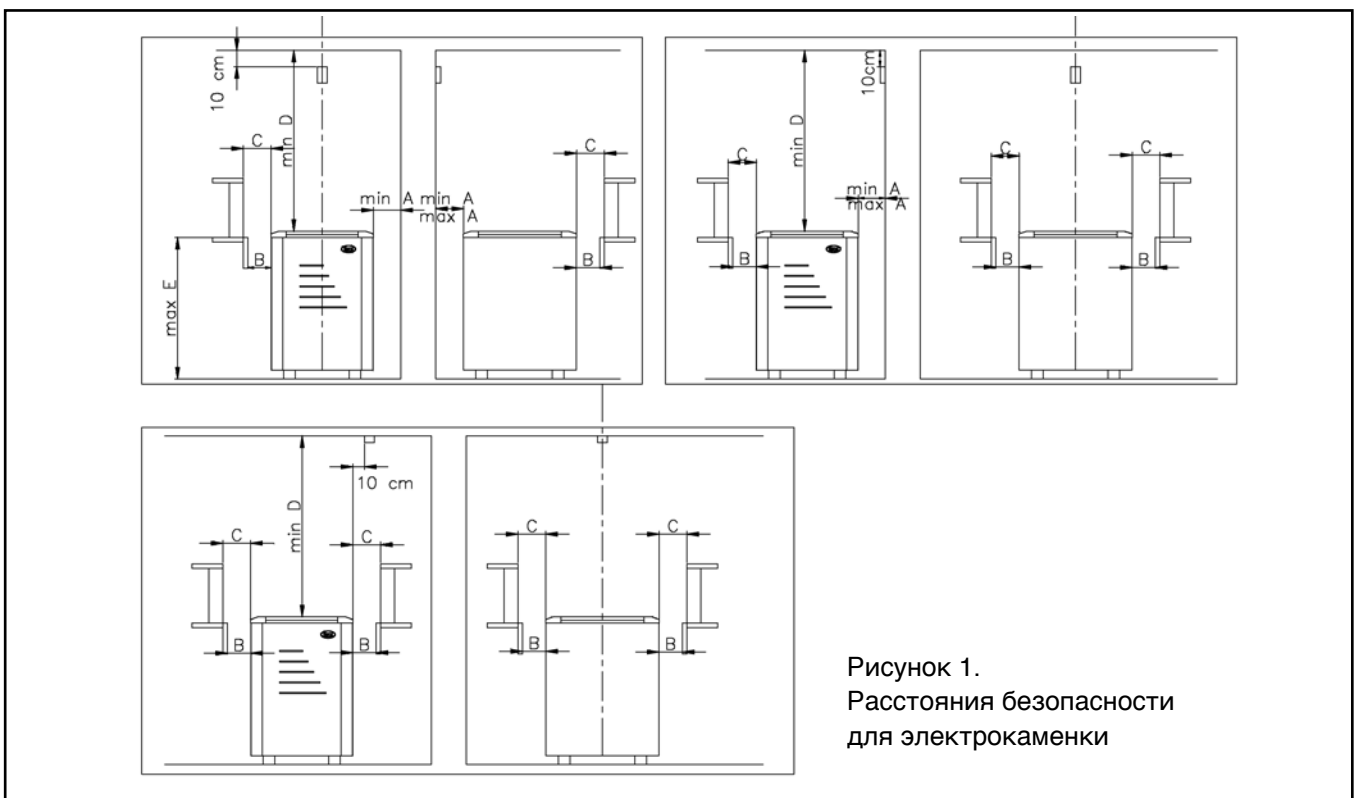

Рисунок 1.
**) См. рис.1 *) В качестве соединительного кабеля используется кабель с резиновой изоляцией H07RN-F или аналогичный.